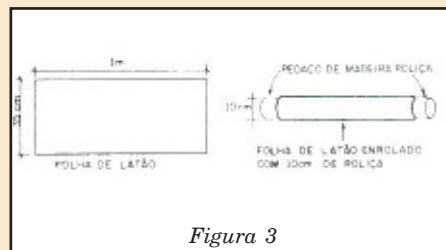

Figura 3
- Enrolar a folha de latão, soldando-se as suas extremidades, a fim de obter um cilindro com 10cm de diâmetro por 1m de comprimento (Figura 3).